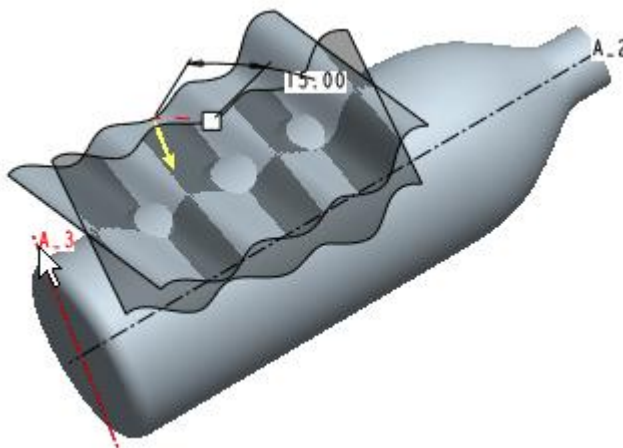

图 3-209
- (3) 选择基准轴 A_3 为旋转轴，旋转方向如图 3-209 中黄色箭头指示。